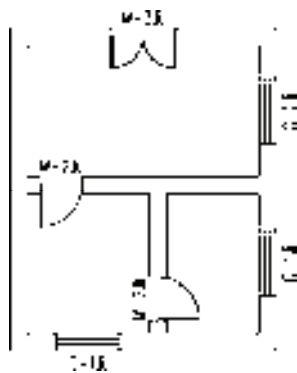

图 5-55 编号后缀
4) 按〈Enter〉键，即可完成添加编号后缀操作，结果如图5-55所示。